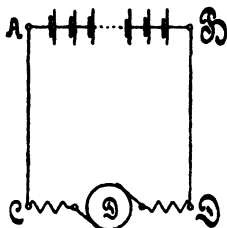

Fig. 7.
58. Von einer aus 60 [80] (200) Zellen bestehenden Akkumulatoren-Batterie (Fig. 7) von je 2 [1,95] (2,01) V elektromotorischer Kraft und 0,0008 [0,0006] (0,0007) Ω innerem Widerstand wird ein Strom von 20 [25] (15) A nach einem 300 [250] (500) m entfernten Elektromotor geschickt. Die Leitung besteht aus einem 4 [5] (3) mm dicken Kupferdraht und der innere Widerstand des Motors beträgt 0,5 [0,6] (1,1) Ω .
59. Welchen Querschnitt müssen die Zuleitungen AC und BD (Fig. 7) besitzen, wenn der Spannungsverlust 5 [8] (10) V betragen soll?
60. Welcher Strom würde in dem Kreise ABDCA (Fig. 7) fließen, wenn in dem Motor keine elektromotorische Gegenkraft aufträte, und die übrigen Angaben der Aufgabe 58 entsprächen?